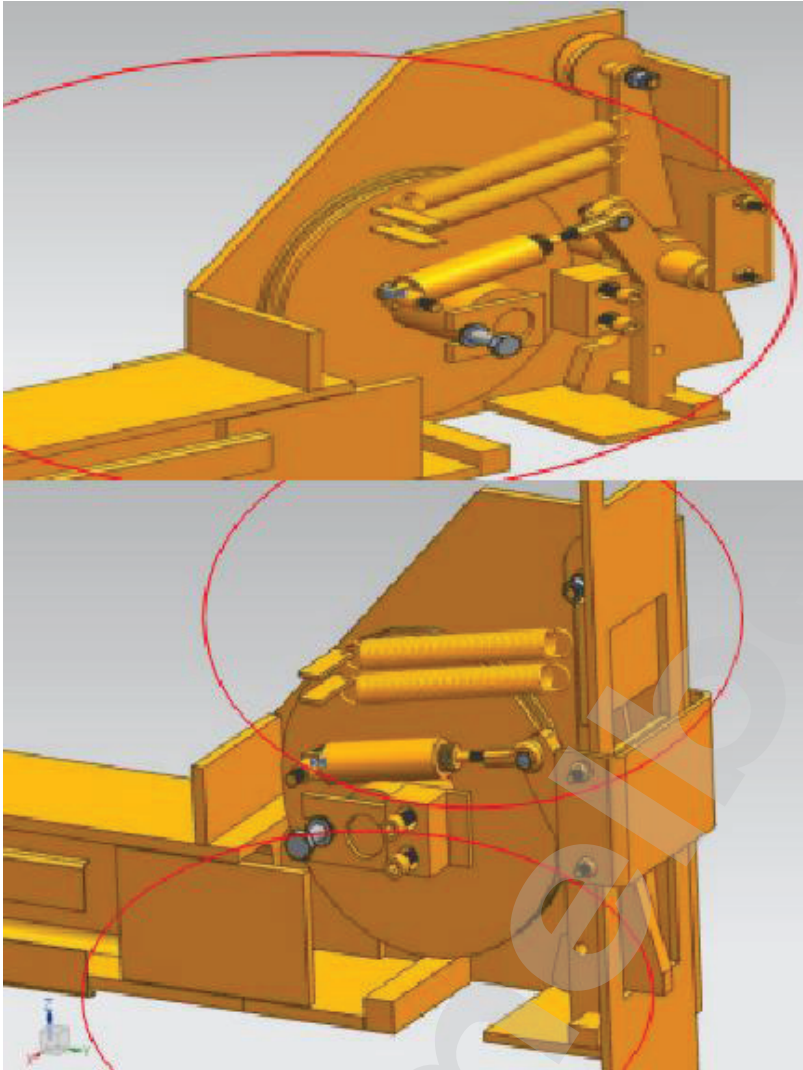

Рис. 4.1
2. Вручную поднимите поперечины на уровень, равный примерно 1.7 м, так, чтобы стопор вошел и защелкнулся на втором сверху отверстии в стопорной пластине. Необходимо убедиться, что прижимная пластина не попадает в отверстия стопорной пластины и не упирается в нее. Для этого придерживайте прижимную пластину в отжатом положении при опускании концов поперечин (см. рис. 4.1).